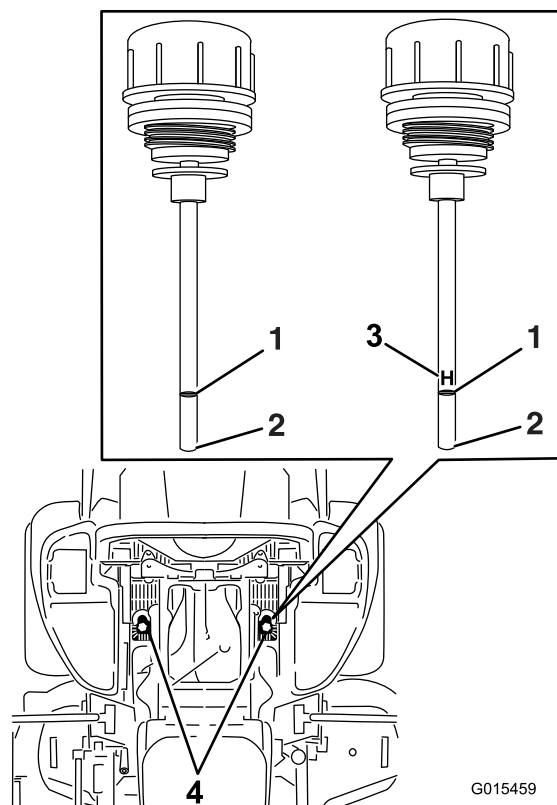

Figure 86
6. Nettoyez la surface autour des jauges des réservoirs du système hydraulique (Figure 86).
7. Sortez la jauge du réservoir hydraulique (Figure 86).
9. Ressortez la jauge et examinez l'extrémité (Figure 86). Si le niveau d'huile est au repère minimal, versez lentement la quantité d'huile qui convient dans le réservoir hydraulique pour faire monter le niveau jusqu'au repère maximal (**H**).